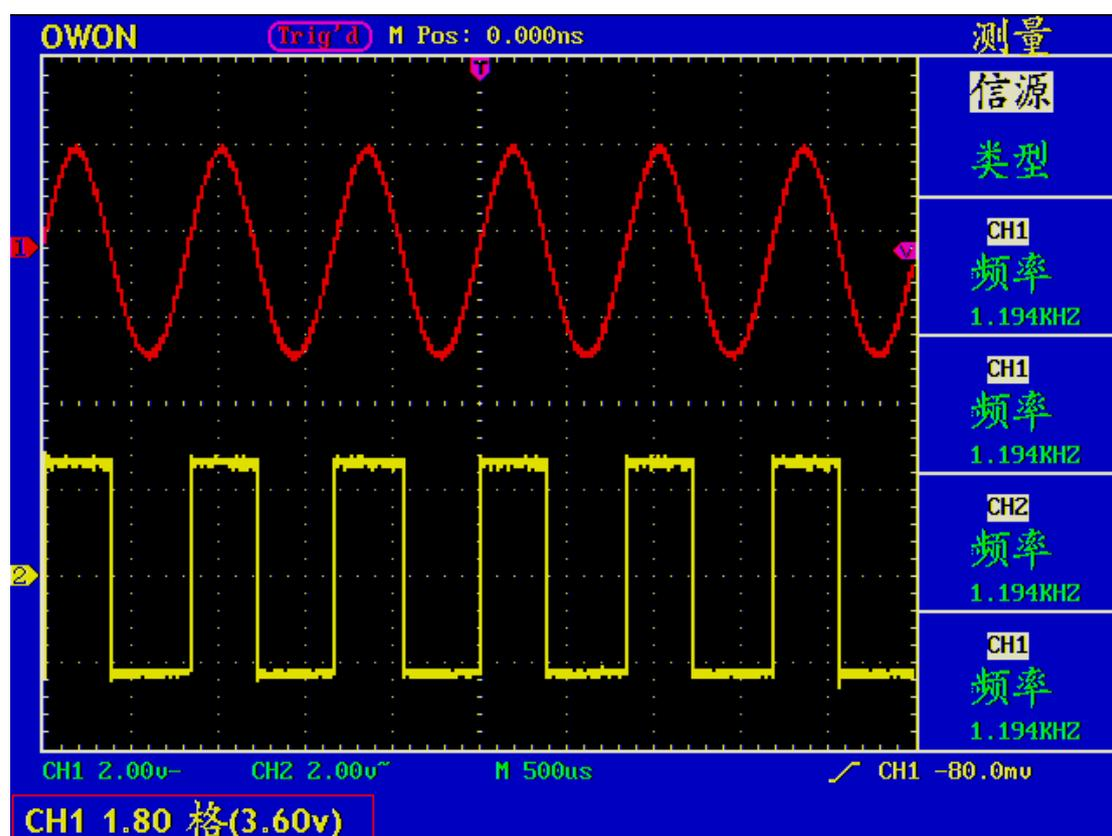

图 21: 垂直位置信息
3. 调整通道波形的垂直位置时，屏幕在左下角显示垂直位置信息。见图21